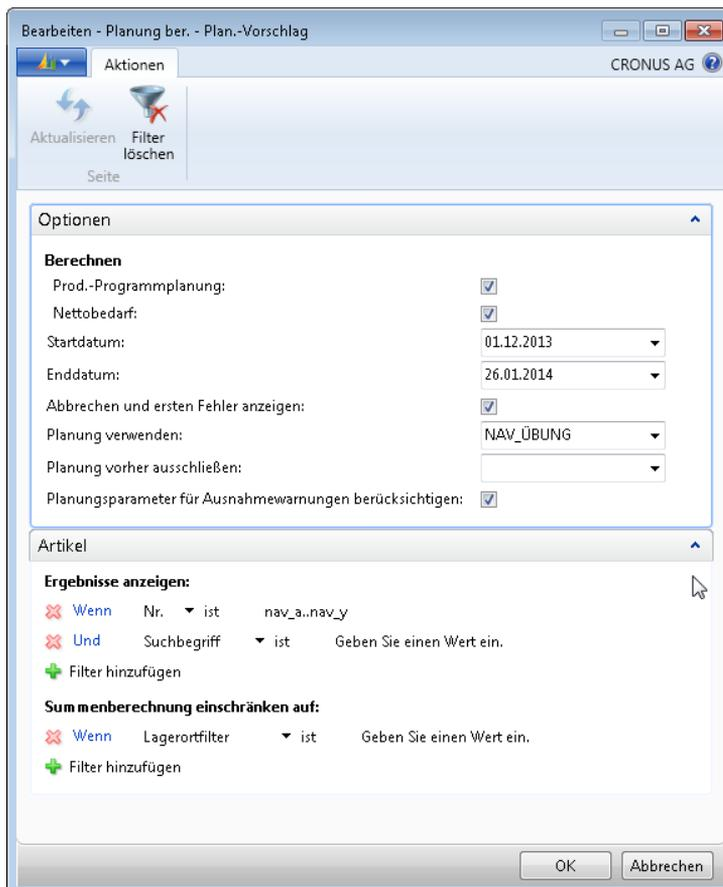

Abbildung 8.3 Dialogfeld mit den Planungsparametern der Stapelverarbeitung *Neuplanung berechnen*
5. Bestätigen Sie die Berechnung mit *OK* (siehe Abbildung 8.3).